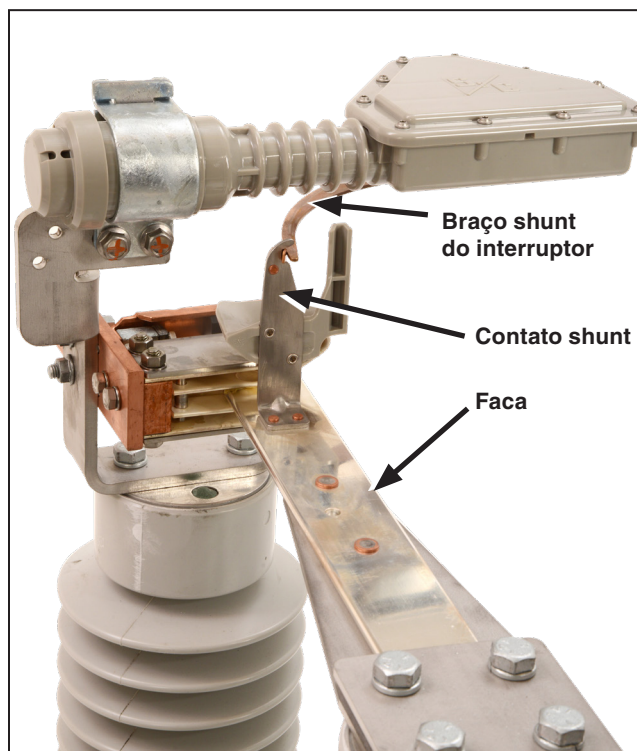

Figura 38. Os contatos shunt devem engatar em cada braço shunt do interruptor na superfície de contato em cobre-bronze de cada contato shunt.
- Com a movimentação da faca em direção à posição **Aberta**, os contatos shunt do came de operação devem engatar nos braços shunt do interruptor nas superfícies de contato em cobre-bronze de cada contato shunt. Ver Figura 38.